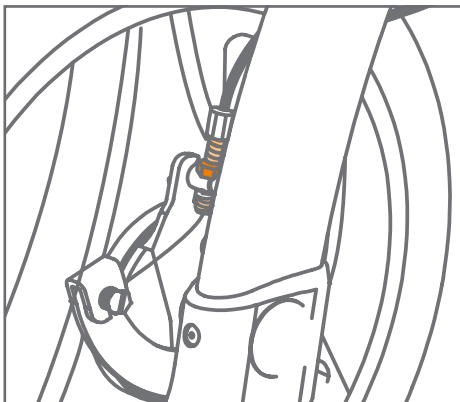

Figure 72: Réglage du frein par le circlip (orange foncé) et la vis de réglage, détail.
- b. Restez à l'arrière du Rollz Motion Electric lorsque vous réglez les freins. Desserrez la bague de verrouillage en bas du câble de frein (tirez le câble vers le haut pour faciliter l'opération). Tournez la vis de réglage située au-dessus pour raccourcir ou allonger le câble de frein (**Figure 72**). Tournez dans le sens des aiguilles d'une montre pour augmenter la puissance de freinage, et dans le sens inverse pour la réduire.